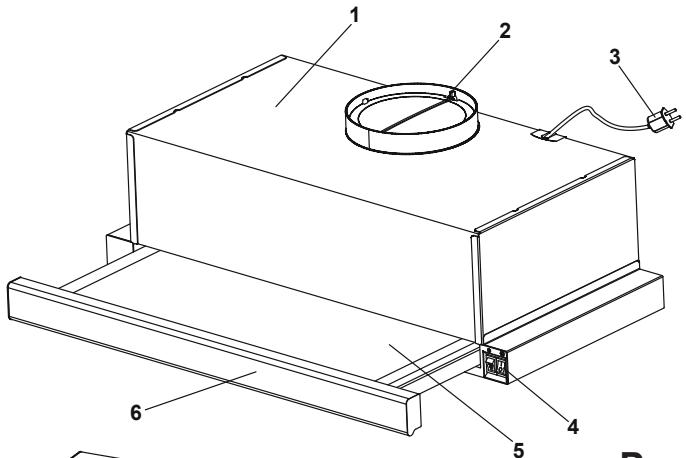

Рис.3
ВНИМАНИЕ! Дополнительно изделие изготавливается со следующими декоративными элементами (рис.3):
5.3 Вытяжка состоит из следующих составных частей (рис.3 / 3.1).